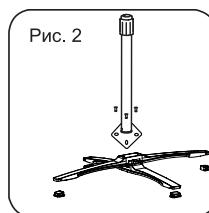

Рис. 2
- Установите на опору стойку (14) и закрепите её четырьмя винтами (рис. 2). Открутите фиксатор выдвижной штанги (13) и снимите его, установите на опору стойки (14) декоративную накладку (15). Закрутите на место фиксатор (13).